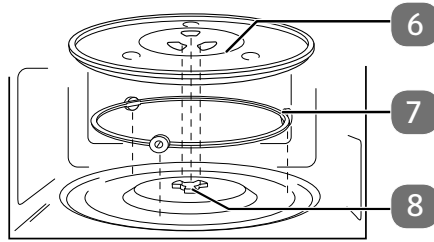

Abb. 3
- ▶ Nehmen Sie die Mikrowelle nicht ohne ordnungsgemäß eingesetzten Glas-Drehteller (6) in Betrieb.
- ▶ Überprüfen Sie, dass die Antriebswelle (8) korrekt in der Aussparung im Garraumboden steckt und mit ihren Flügeln plan auf dem Boden aufliegt. Drehen Sie ggf. die Antriebswelle (8), bis sie in ihre korrekte Position herabsinkt.
- ▶ Setzen Sie den Rollenring (7) in die Vertiefung im Garraum und legen Sie dann den Glas-Drehteller (6) mittig auf die Antriebswelle (8) (siehe **Abb. 3**), so dass die Stege des Glas-Drehtellers (6) zwischen den Flügeln der Antriebswelle liegen.